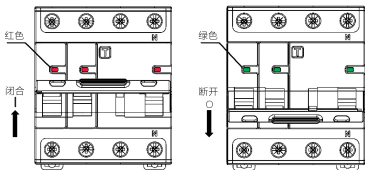

图2 NB5L-40J闭合、断开状态指示
5.1 安装使用前先检查断路器标志与所使用的工作条件是否相符；断路器闭合、断开状态指示如下图2